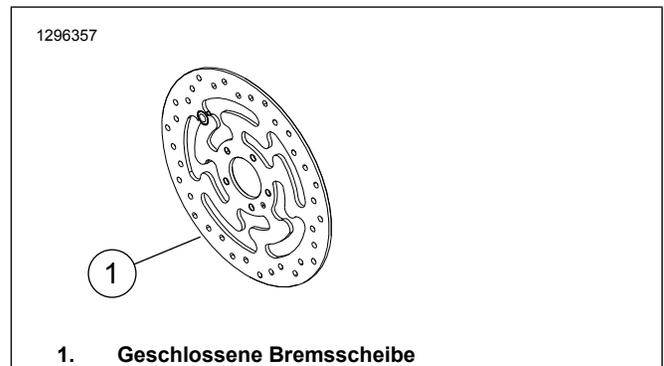

Abbildung 1. Vorderradbremsscheiben-Ausführung
- Bremsscheibenschrauben (siehe Abbildung 1 und Tabelle 1)